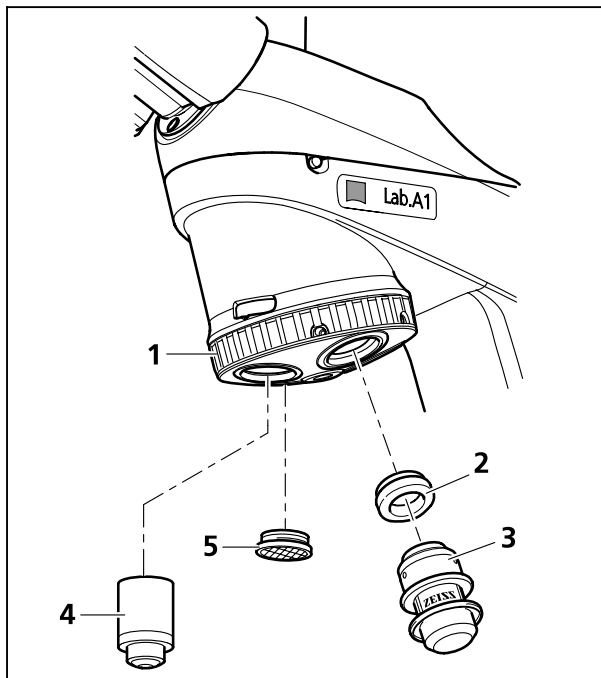

Bild 3-8 Objektive einschrauben
- Staubschutzkappen (Bild 3-8/5) aus den entsprechenden Öffnungen am Objektivrevolver entfernen.
- Objektive (Bild 3-8/4) aus Behälter entnehmen und beginnend mit dem kleinsten Vergrößerungsfaktor (Schaltung im Uhrzeigersinn) in den Objektivrevolver (Bild 3-8/1) einschrauben.
- Anstatt eines Objektivs kann auch der Objektmarkierer (Bild 3-8/3) unter Verwendung eines Zwischenringes W0,8/M27 (Bild 3-8/2) in jede beliebige Position des Objektivrevolvers eingeschraubt werden. Bei längerer Nichtbenutzung des Objektmarkierers Schutzkappe gegen Austrocknung aufsetzen.